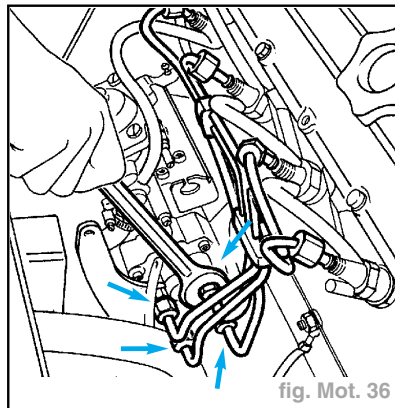

fig. Mot. 36
- Déconnecter la tuyauterie d'alimentation carburant, entre la pompe d'injection et les injecteurs (fig. Mot. 36).